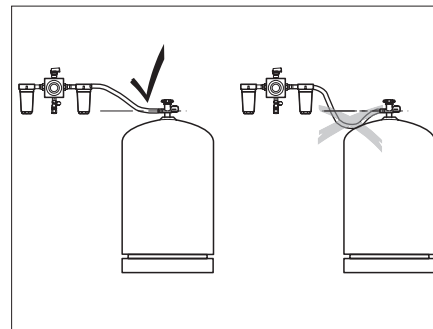

Fig. 64 Posa dei tubi ad alta pressione
- ▶ Nella posa dei tubi ad alta pressione verificare che i tubi siano sempre in pendenza verso l'alto (Fig. 64).